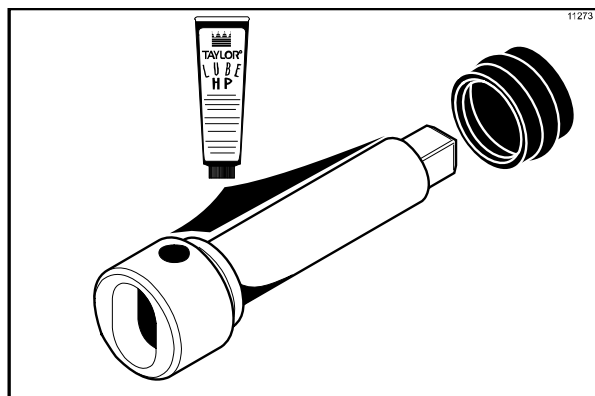

Figure 110
1. Avant d'installer l'arbre d'entraînement du batteur pour shake, lubrifier la rainure. Faire glisser le soufflet de l'arbre d'entraînement du batteur sur la petite extrémité de l'arbre et l'insérer dans la rainure de l'arbre. Lubrifier abondamment la partie intérieure ainsi que la partie plate du soufflet qui entre en contact avec le carter de palier arrière. Appliquer une couche uniforme de lubrifiant à l'arbre. **NE PAS** lubrifier le bout carré (Cf. Figure 110).